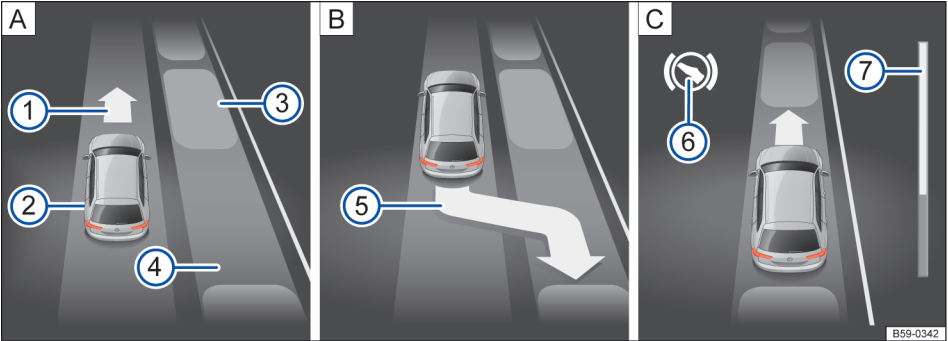
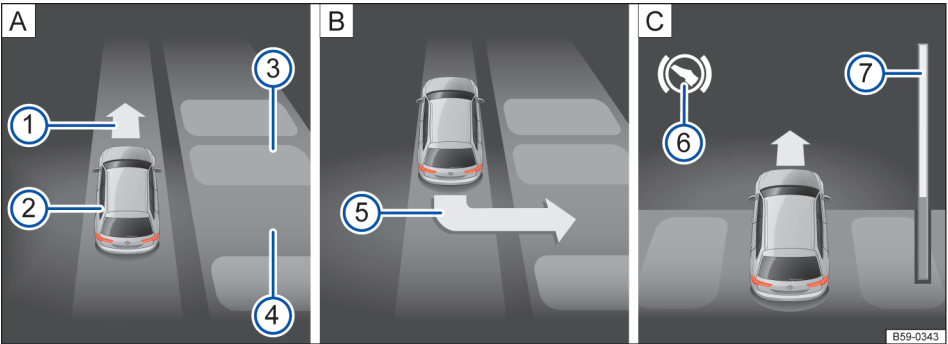

图 154 组合仪表显示器上：与路面平行泊车 **A** 寻找停车位 **B** 泊车的位置 **C** 调车
图 155 组合仪表显示器上：与车道垂直泊车 **A** 寻找停车位 **B** 泊车的位置 **C** 调车
→ 图 154 或→图 155 的图例：
在组合仪表的显示器中，进度条显示→图 154 ⑦ 或 →图 155 ⑦ 以符号方式呈现出待行驶的相对距离。距离越长，进度条上的填满状态越大。向前行驶时，进度条的填满部分往上递减，倒车行驶时，进度条的填满部分往下递减。
2.	注意组合仪表显示器中的显示，是否侦测到「合适的」停车位或横向停车位，是否到达 正确的泊车位置→图 154 [B] 或→图 155 [B]。 仅当在组合仪表的显示器中显示出泊车的要求⑤，才会侦测到「合适的」停车位或横向停车位。
6.	倒车行驶直到泊车雷达系统发出持续警报声。 或：倒车行驶，直到组合仪表显示器上出现向前行驶要求→图 154 [A] ① 或 →图 155 [A] ①。 或：直到组合仪表显示器中显示讯息：泊车转向辅助结束。 进度条⑦ 表示待行驶距离→第 163 页。
9.	向前行驶直到泊车雷达系统发出持续警报声。 或：向前行驶，直到在组合仪表的显示器中出现倒车的要求。 智能泊车辅助系统控制汽车前进或倒车，直到汽车笔直停在停车位或横向停车位中为止→图 154 [C] 或→图 155 [C]。